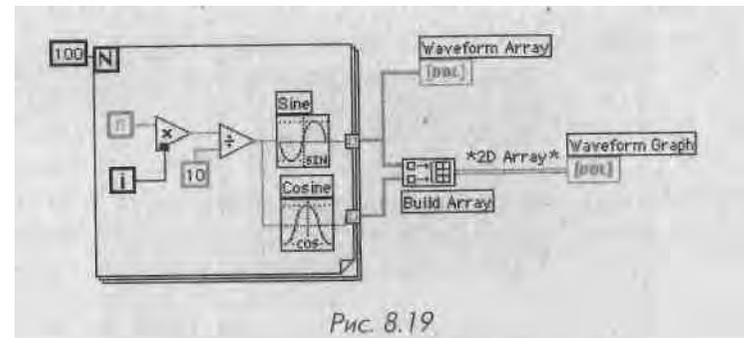

Рис. 8.19
- Создайте блок-диаграмму, как показано на рис. 8.19. Функция **Создать массив** создает надлежащую структуру данных для построения двух массивов на графике осциллограммы. С помощью инструмента перемещения увеличьте размер функции **Создать массив**,